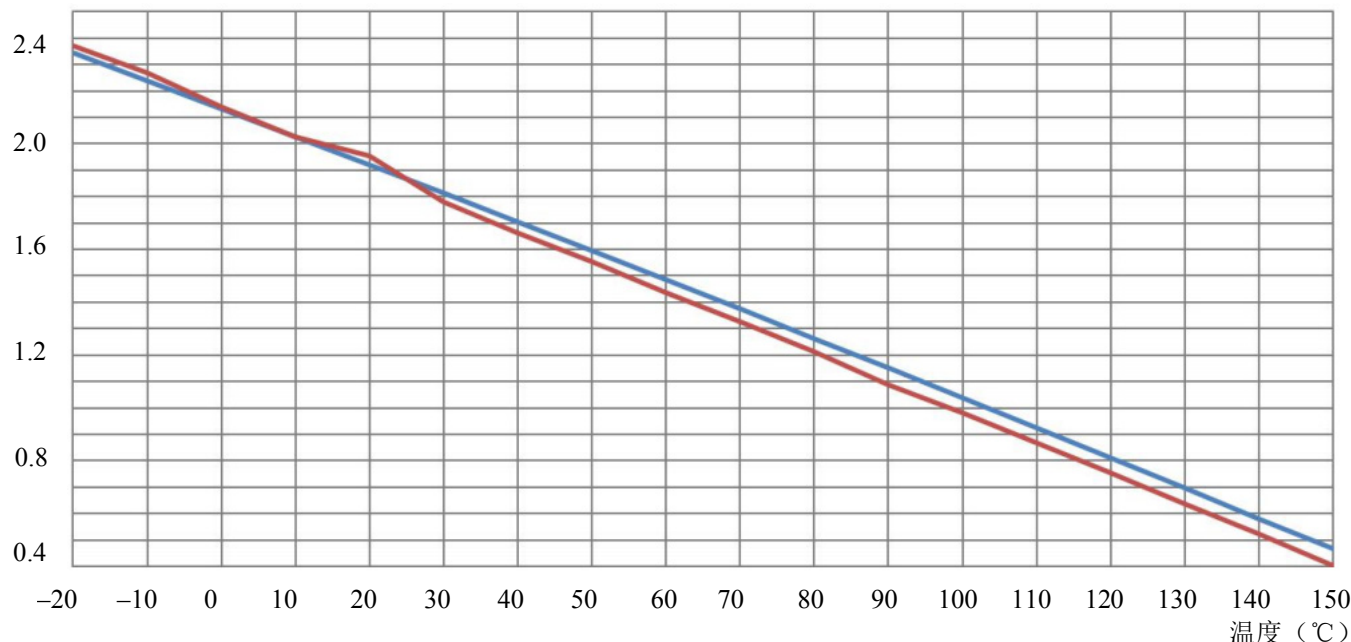

图 8、TEMPO 引脚电压与控制器内部温度
在最常用的温度范围 (0°C ~ 100°C) 内, 最大误差在 1.5V 左右, 使用公式 (1) 计算的数据与通过线性方程 (2) 计算所得的温度误差约为 0.4°C, 线性数据略低。图 8 中绘制了 2 组数据的曲线。